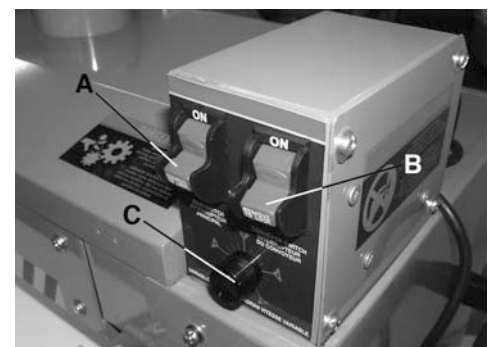

Figure 16
Note importante: Le moteur du convoyeur et celle du tambour fonctionnent de façon indépendant. L'interrupteur comprenant une clé de sécurité amovible (A) Fig.16 met en marche et arrête le tambour et l'interrupteur séparé comprenant une clé de sécurité amovible (B) met en marche et arrête le convoyeur à vitesse variable. Le sélecteur de vitesse variable (C) contrôle la vitesse d'alimentation du convoyeur.